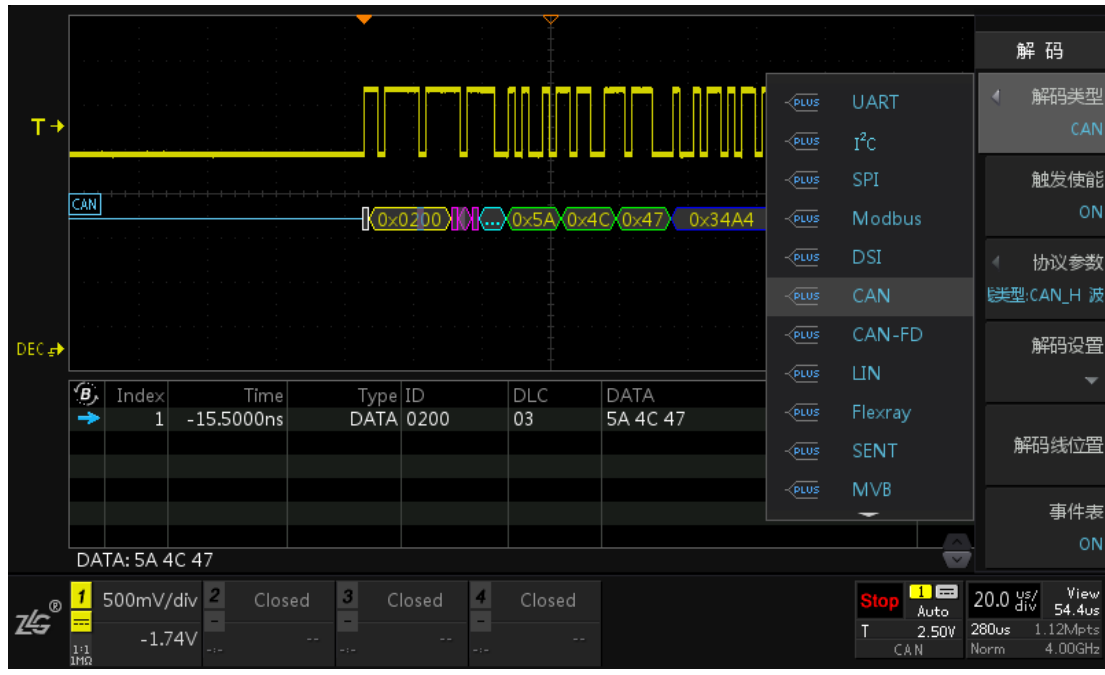
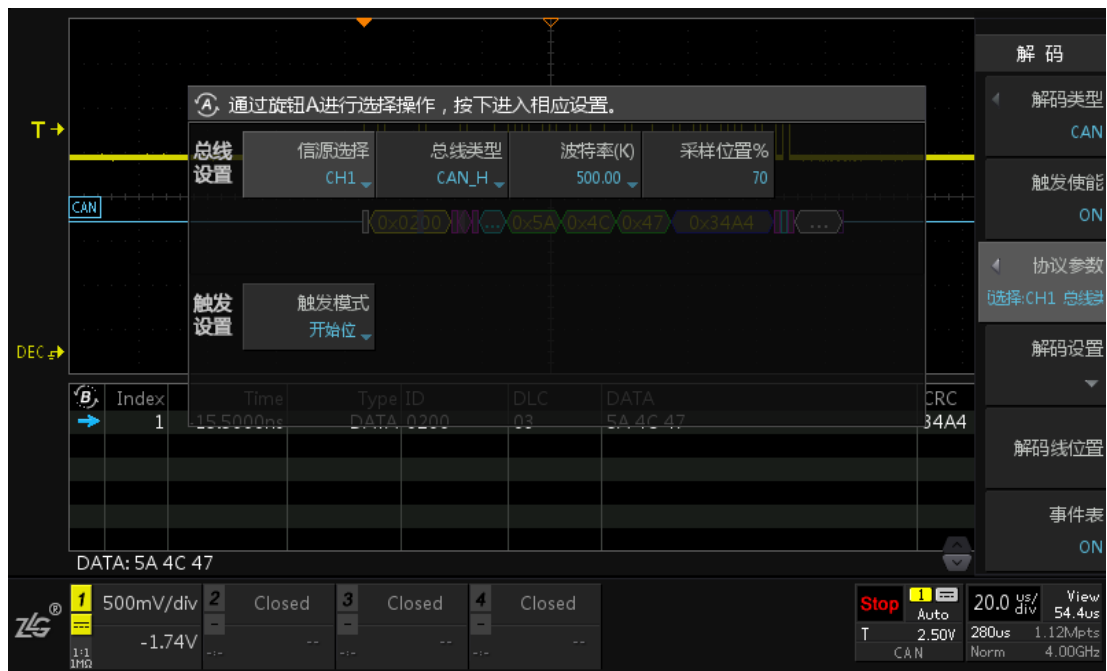

图 15.6 解码类型选择
图 15.7 CAN 协议解码参数设置
- 4、点击选择【解码类型】，旋转旋钮 A 选中“CAN”，短按旋钮 A 即可确认选择“CAN”协议如图 15.6 所示，点击【触发使能】为“ON”，点击【协议参数】进入协议参数设置界面，旋转旋钮 A 可选中其中的参数，点击参数后通过旋钮 A 对其进行修改，参数如图 15.7 所示；